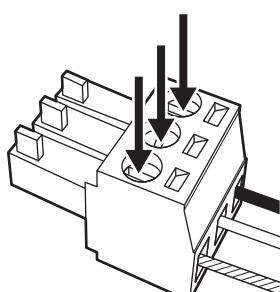

図2
2) ドライバーで3ピン3.5mm着脱式端子台プラグのねじをしっかりと締めつけ、リード線を固定する(図2)